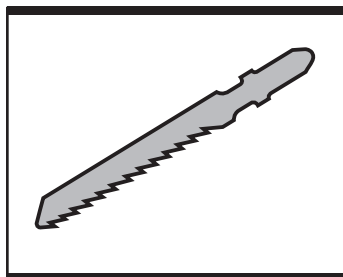

Fig 4
Puede usar únicamente el tipo de hoja mostrado en la (Ver Fig 4). Para abrir el soporte de la hoja (6) gire el aro en sentido contra horario (sierra al revés) y manténgalo